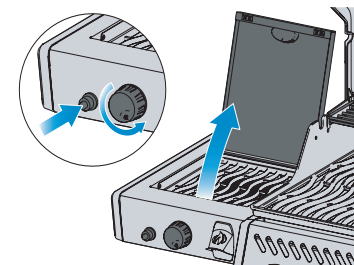

Fig. 3
4. Falls der Brenner nicht zündet, drehen Sie den Bedienknopf im Uhrzeigersinn zurück auf AUS. Warten Sie fünf Minuten. Wiederholen Sie Schritt 2 und 3. (Fig. 3)